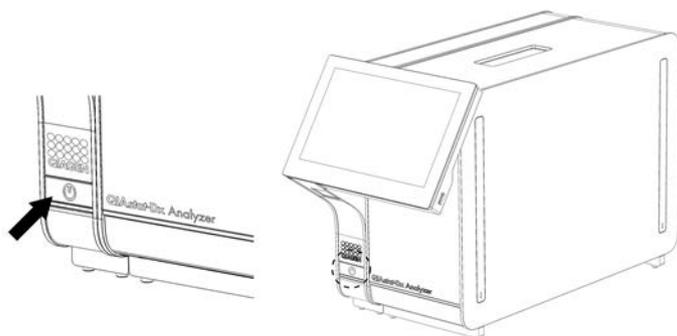

Figure 22 Appuyer sur le bouton Marche/arrêt pour démarrer l'instrument.
1. Appuyez sur le bouton Marche/arrêt situé à l'avant du QIAstat-Dx Analyzer 1.0 pour démarrer l'appareil (Figure 22).